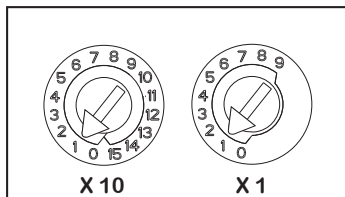

Abbildung 1: Drehschalter für die Adressierung
1. Stellen Sie die Melderadresse durch Drehen der beiden Drehschalter auf der Unterseite des Melders ein (siehe Abb.1). Wählen Sie eine Adresse zwischen 01 und 159. Notieren Sie die Adresse auf dem Aufkleber am Meldersockel. Beachten Sie die maximal mögliche Anzahl von Meldern die die Brandmelderzentrale unterstützt (siehe Bedienungsanleitung der Brandmelderzentrale).